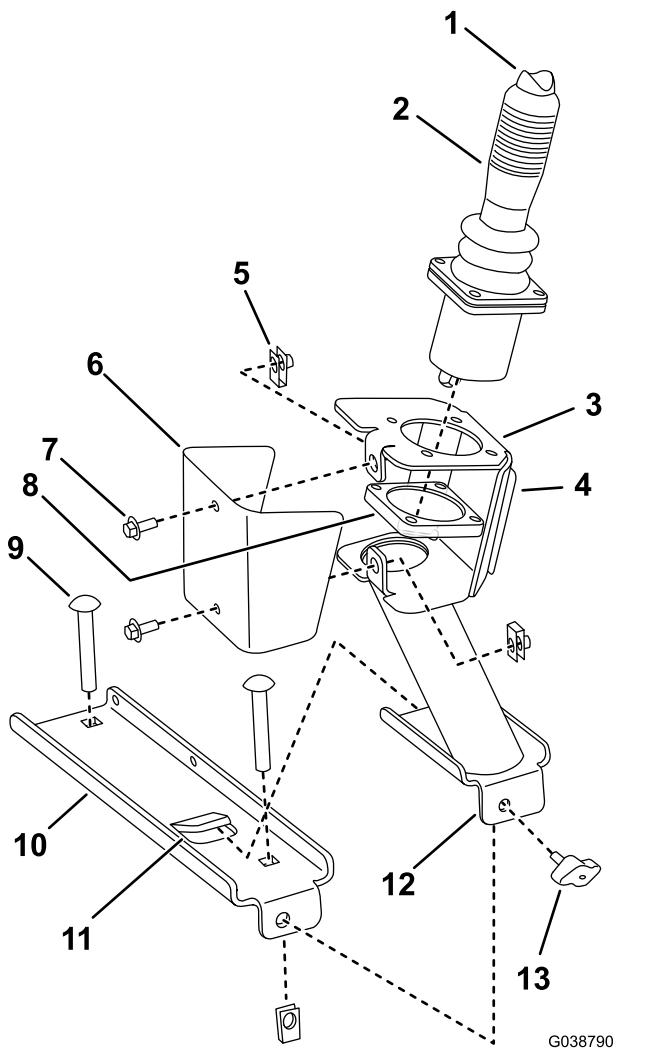

图4
- ## 1. 安装操纵杆 图4。
5. 将标贴粘贴到操纵杆盒上 图4。